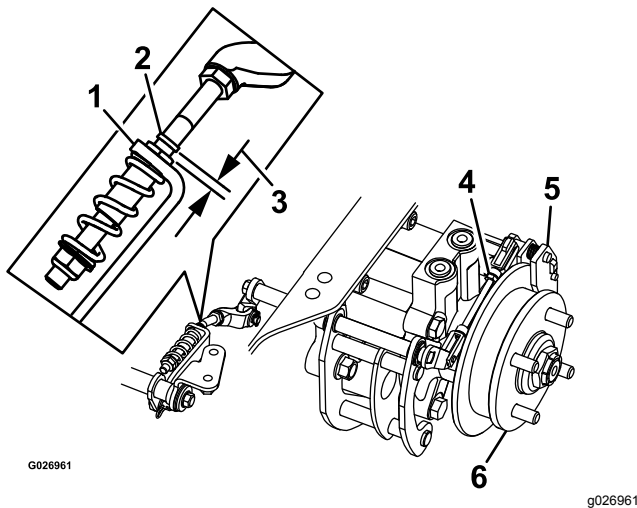

Figure 78
8. Vérifiez si un espace est visible entre le support en L et la butée de tringlerie (Figure 78).